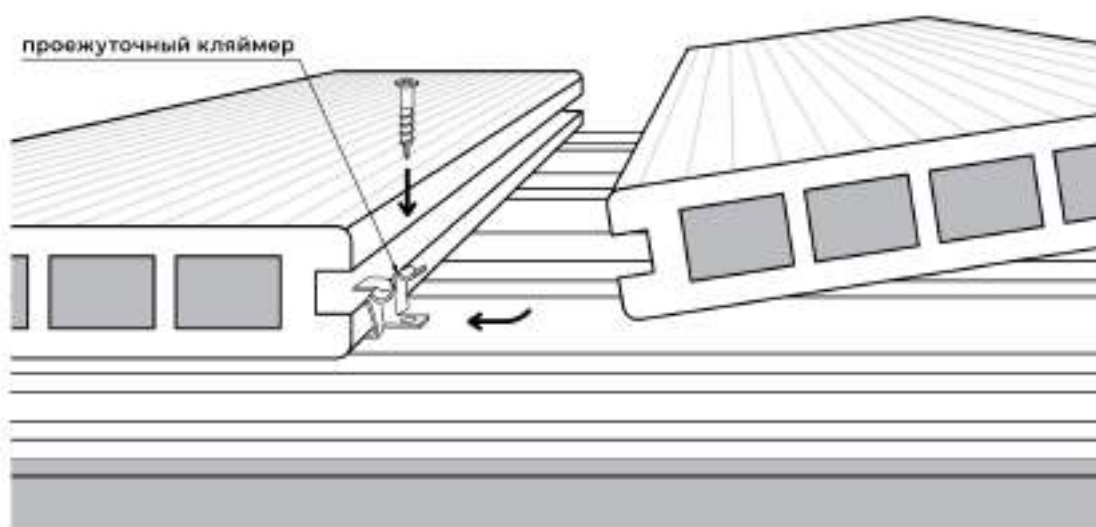

Рис.12
3. Закрепляют промежуточный кляймер, добиваясь необходимой ширины шва 4-5 мм. Перепады температуры и влажности вызывают расширение и усадку террасной доски, в результате чего может возникать вспучивание и коробление покрытия. С учетом этого со всех сторон необходимо предусматривать компенсационные зазоры (швы) : продольные (по длинной стороне доски) – 4-5 мм, торцевые – 6-8 мм. Далее крепят каждую последующую террасную доску RusDecking, обеспечивая необходимый зазор. Перед креплением саморезами, промежуточный кляймер плотно вставляют под доску, приподнимая ее (рис.12).